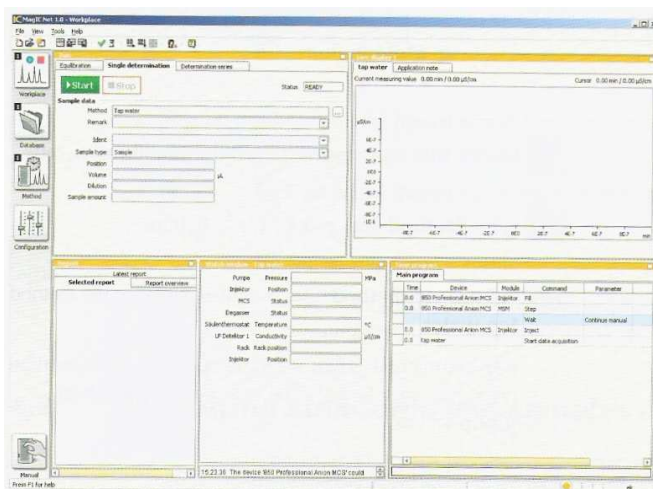

Figura 14.1 – Janela do software Magic Net IC, injeções.
- Assim que houver uma linha de base e pressão estáveis, clicar na aba “SINGLE DETERMINATION”, Figura 14.1.